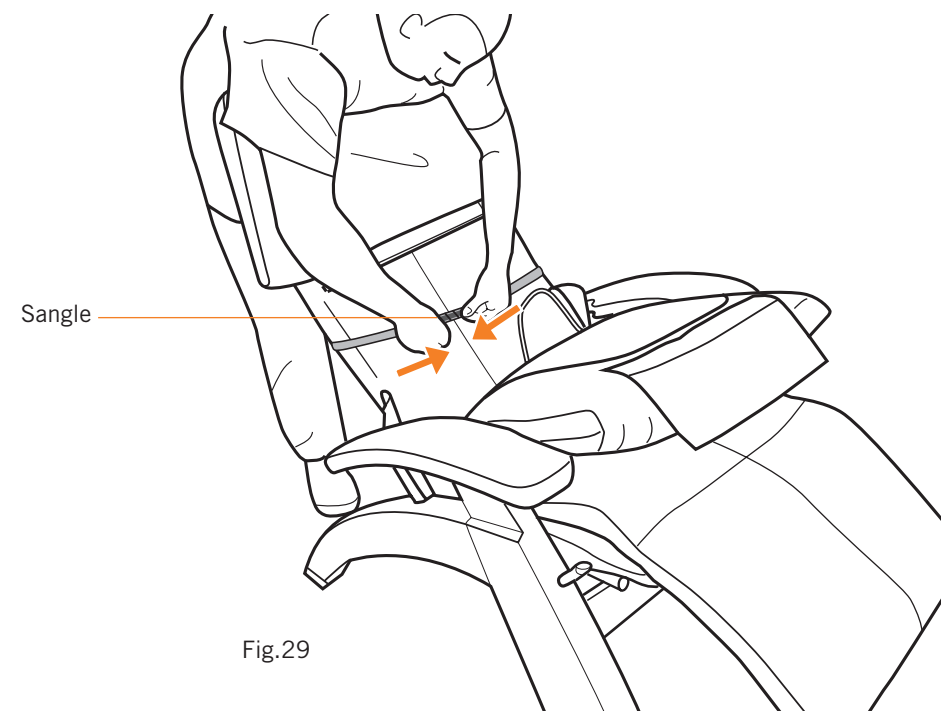

Fig.29
3. Gainez les courroies autour de la partie avant de la toile du fauteuil, tirez-les solidement, puis fixez-les en utilisant les fixations autoagrippantes (Fig.29). **REMARQUE:** Si les sangles sont trop serrées, cela provoque des plis au dos.